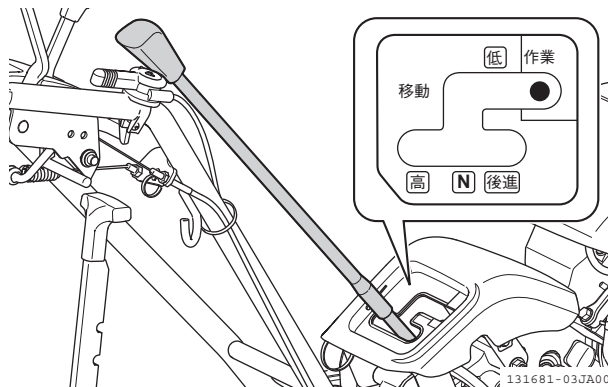

図 3-11 変速レバー
2. ミニ耕うん機を耕す場所に移動させ、変速レバーを「作業」位置にします。(図 3-11)